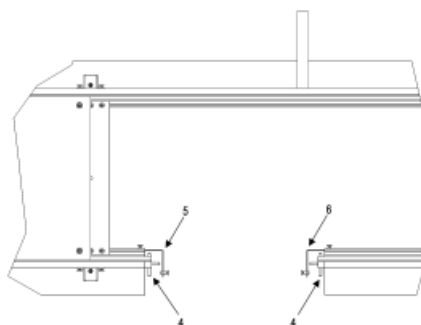

Рис. 2
- Разместите оба элемента OVGHV в OVGPR, как показано на рис. 2
- Разместите оба элемента OVGEQH (5 и 6) в предназначенных для них пазах, и закрепите винтами, входящими в комплект (рис. 2)